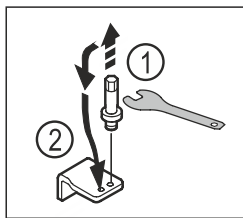

Fig. 13
- ▶ Wykręcić sworznie dolnej płytki zawiasu kluczem imbusowym SW5. Fig. 13 (1)
- ▶ Założyć sworznień po przeciwległej stronie. Fig. 13 (2)